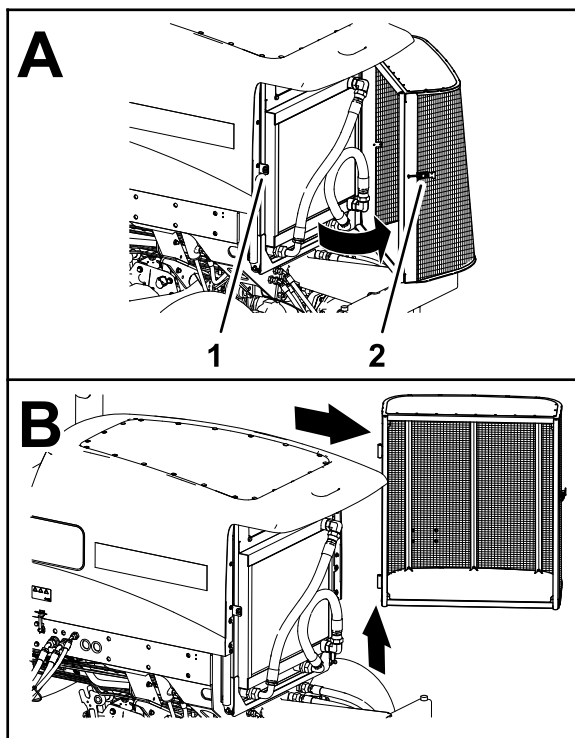

Figura 109
2. Desenganche y abra la rejilla trasera (Figura 109).